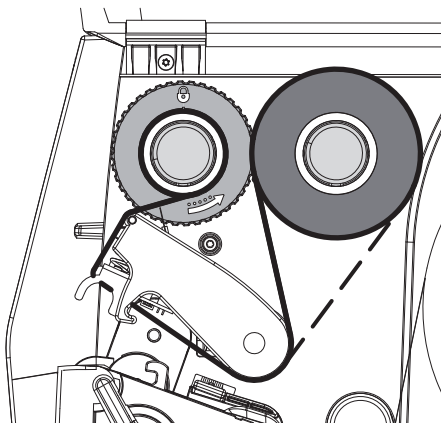

Figura 13 Scorrimento del nastro pigmentato
5. Adattare la posizione della flangia regolabile sull'avvolgitore alla larghezza della bobina (4) e spingere quest'ultima sull'avvolgitore (2).
6. Far passare il nastro pigmentato attraverso il gruppo di stampa come indicato in Figura 13.